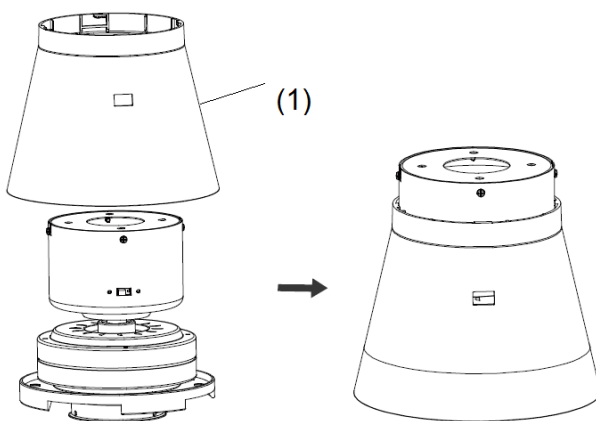

Abb. 3
- Montieren Sie das Motorgehäuse (1) auf der Motoreinheit (Abb. 3).